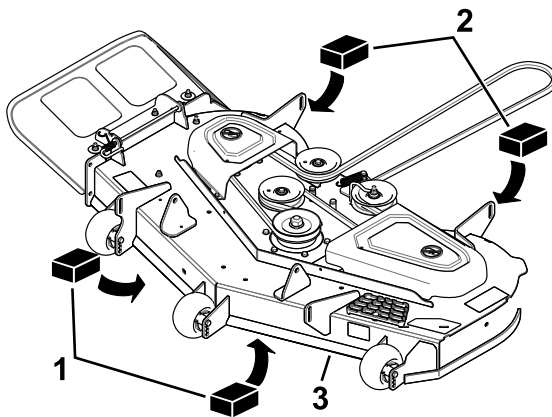

Figure 62
3. Placez deux cales de 6,6 cm (2⁵/₈ po) d'épaisseur chacune sous chaque côté du bord avant du tablier de coupe, mais pas sous les supports des galets anti-scalp (Figure 62).
4. Placez deux cales de 7,3 cm (2⁷/₈ po) d'épaisseur chacune sous le bord arrière de la jupe du tablier de coupe, une de chaque côté (Figure 62).